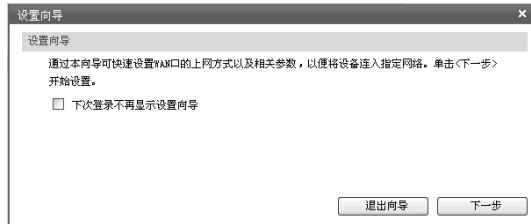

图4-4 设置向导
3. 成功登录后会弹出设置向导界面，如图4-4所示。如果没有自动弹出，可以单击主页左侧的“设置向导”菜单进入。以下设置以多WAN口企业VPN路由器TL-R4238为例，单WAN口企业VPN路由器产品界面会略有不同。单击“下一步”，开始设置。